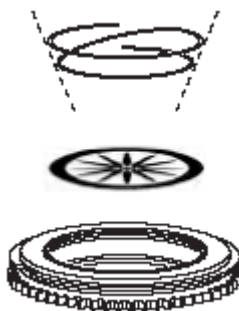

Рисунок 20. Держатель гобо
7. См. рисунок 20. Маленькой отверткой или аналогичным предметом отцепите самый дальний конец пружины гобо от гобо и вытащите пружину. Выньте гобо из держателя на чистую мягкую поверхность.